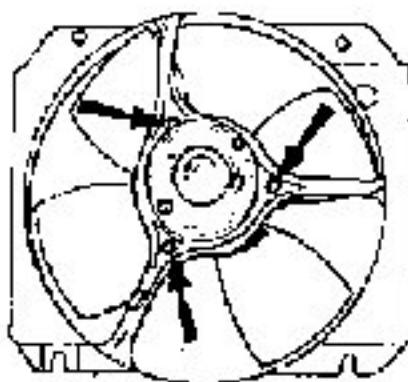

Fig. 77
- Remover as três parcas de fixação do motor do ventilador ao defletor do radiador, removendo, a seguir o motor (fig. 77)